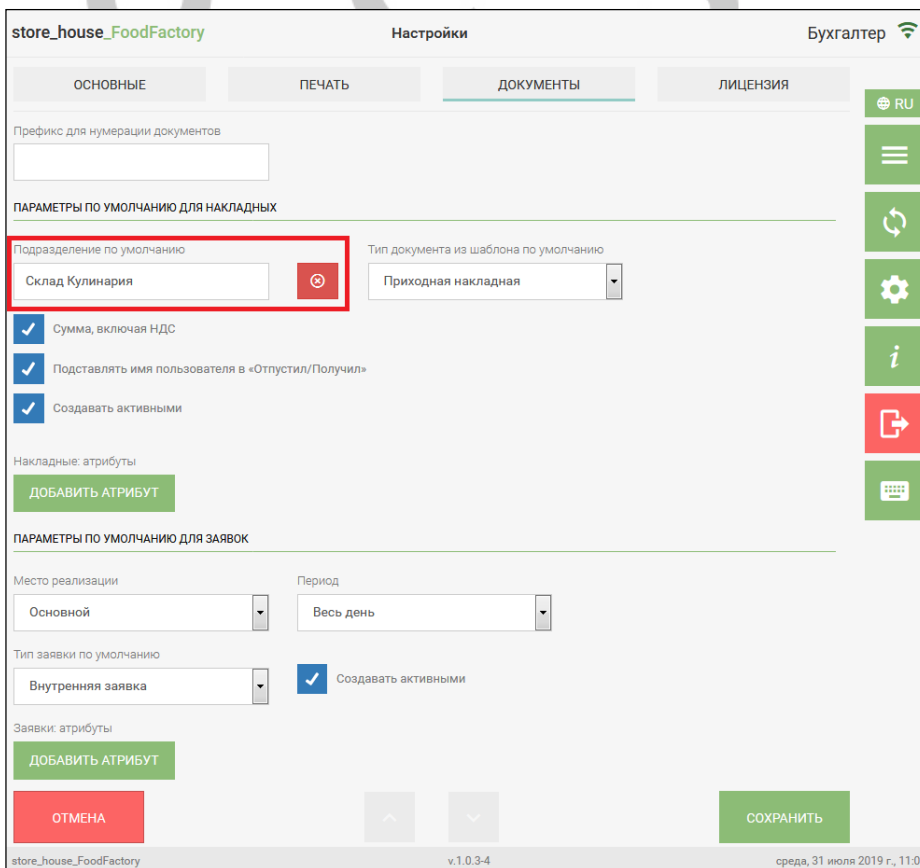

Рис. 57
**Внимание!** Если поиском будет найдено только одно подразделение, то оно сразу будет подставлено в поле «Подразделение по умолчанию» (см. Рис. 57).